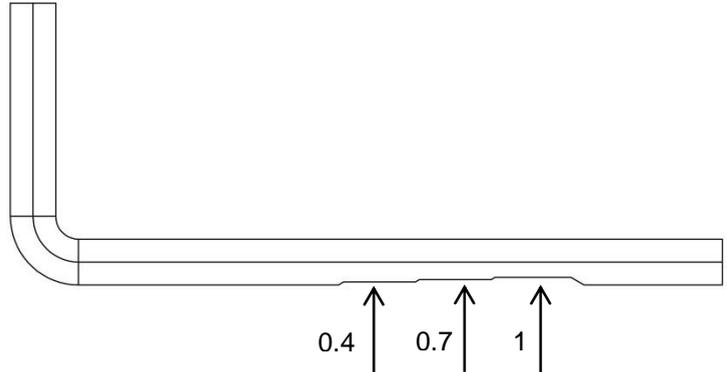

Fig. 10 : Clé Allen avec encoches
- > Desserrez la vis du coupeau (1 - Fig. 10) de la tête de fraiseuse (3 - Fig. 10) avec une clé Allen de 6 mm.
- > Remplacez le coupeau circulaire (2 - Fig. 10) ou tournez le coupeau circulaire de 180°.